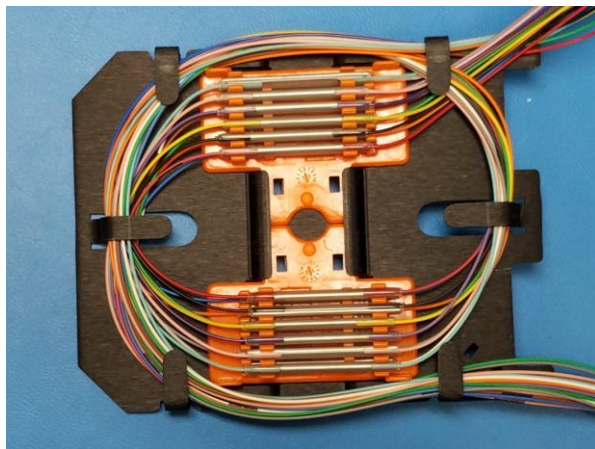

Figura 12
- 4.6 Trabajando con cuidado lejos de la salida de cada manga de empalmes, enrute todas las fibras del enlace troncal en sentido contrario a las manecillas del reloj y todas las fibras del cable en espiral en sentido de las manecillas del reloj, debajo de los organizadores de retención tal como se muestra en la **Figura 12**. Quedará cable suelto en todas las fibras del cable en espiral después de completar este paso (**Figura 13**).